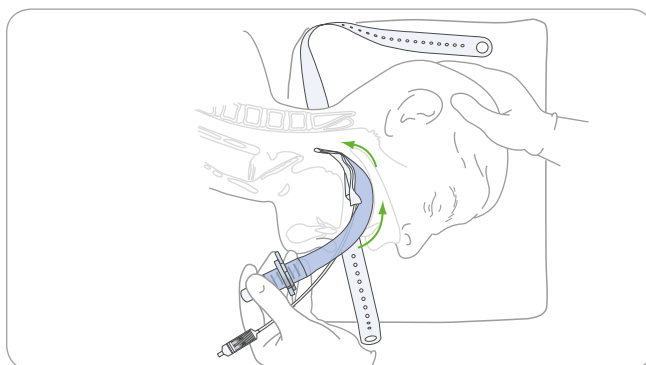

Figura 11. Far avanzare il dispositivo verso l'interno con un movimento circolare, premendo sui margini del palato molle e del palato duro
9. Fare scorrere verso l'interno usando un approccio leggermente diagonale (orientando la punta lontano dalla linea mediana) come illustrato nella **Figura 11**.